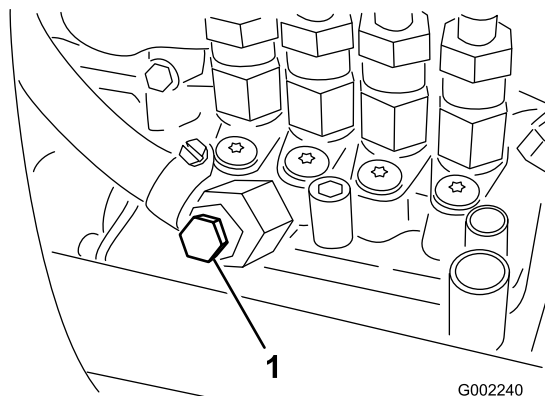

Figura 44
7. Desaperte o parafuso de drenagem que se encontra na bomba de injeção de combustível (Figura 44).